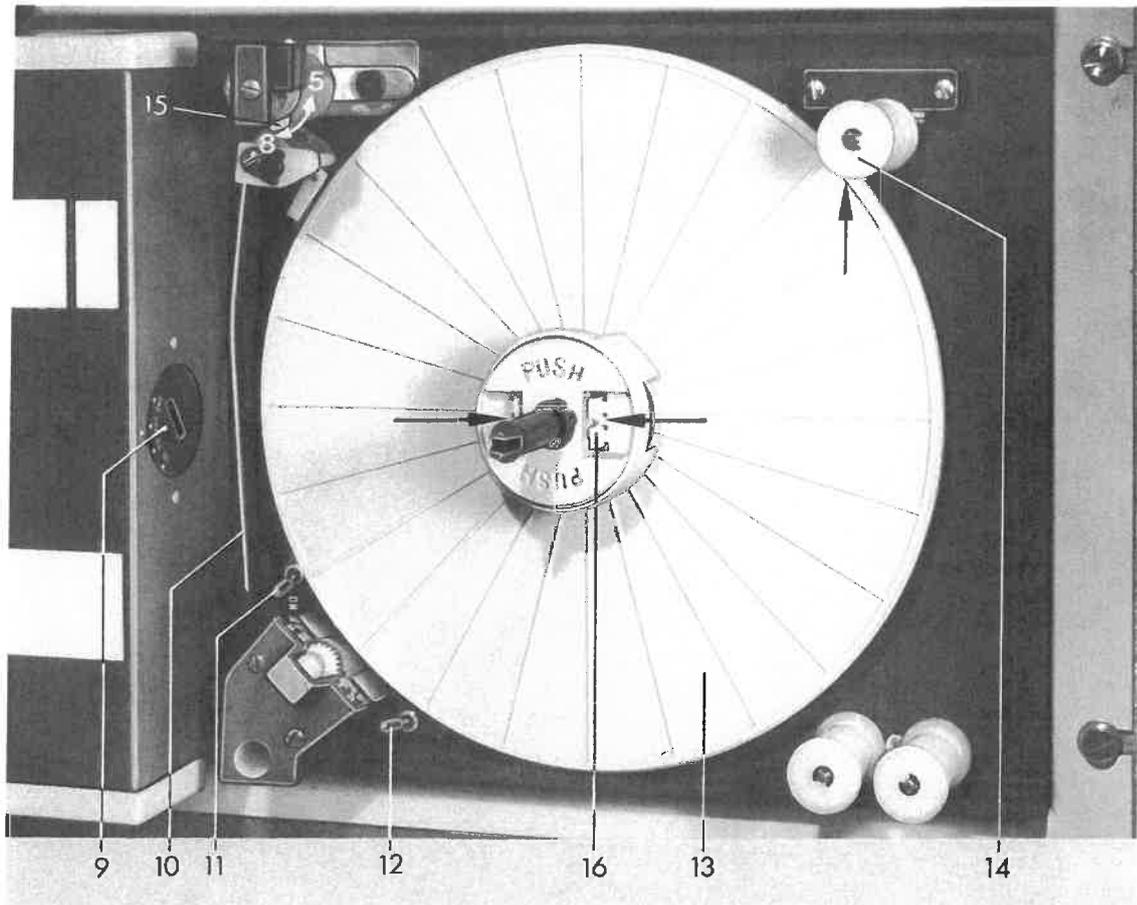

Abb. 3 Stellung vor Einführen des Streifens
Damit der Streifen sauber aufgespult wird, kann die Umstellung auf 8- oder 5-Spur am Kletterstift (3) Abb. 2 vorgenommen werden, indem das Führungsblech (15) Abb. 3 verstellt wird, dazu vorher Schraube am Kletterstift lösen.